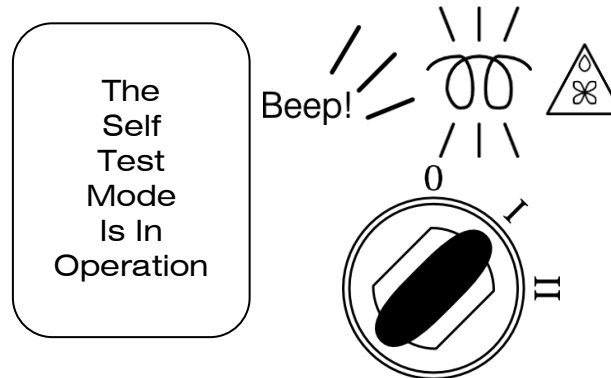

Figure 10 - Situation of the panel with engine off, key to position I.
1. Start the engine, turning the key to position I for some seconds (Figure 10 on pagina 37) and then to position II when the light of the glow plugs turn off (**Errore. L'origine riferimento non è stata trovata.** on page **Errore. Il segnalibro non è definito.**).